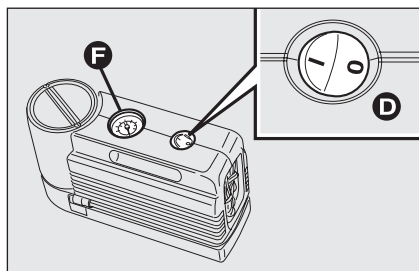
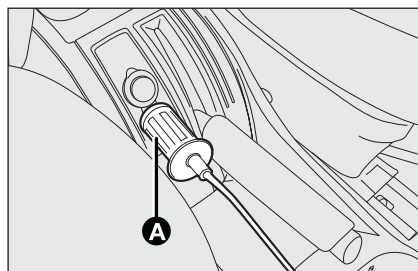

fig. 6
fig. 7
- controle que el interruptor **D-fig. 6** del compresor esté en la posición **0** (apagado), ponga en marcha el motor, introduzca el enchufe **A-fig. 7** en la toma de corriente más cercana y accione el compresor poniendo el interruptor **D** en posición **I** (encendido). Infle el neumático a la presión prescrita en el apartado “Presión de inflado” del capítulo “Características técnicas”.